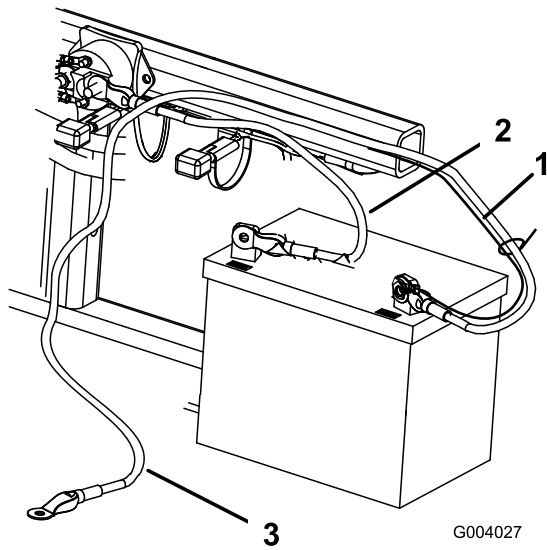

Figura 7
- Fixe o cabo positivo (vermelho) ao terminal positivo (+) com um parafuso (¼ pol. x ⅝ pol.) e uma porca de bloqueio (Figura 7).
3. Fixe o pequeno cabo preto e o cabo negativo (preto) ao terminal negativo (-) da bateria com um parafuso ($\frac{1}{4}$ pol. x $\frac{5}{8}$ pol.) e uma porca de bloqueio ($\frac{1}{4}$ pol.) (Figura 7).